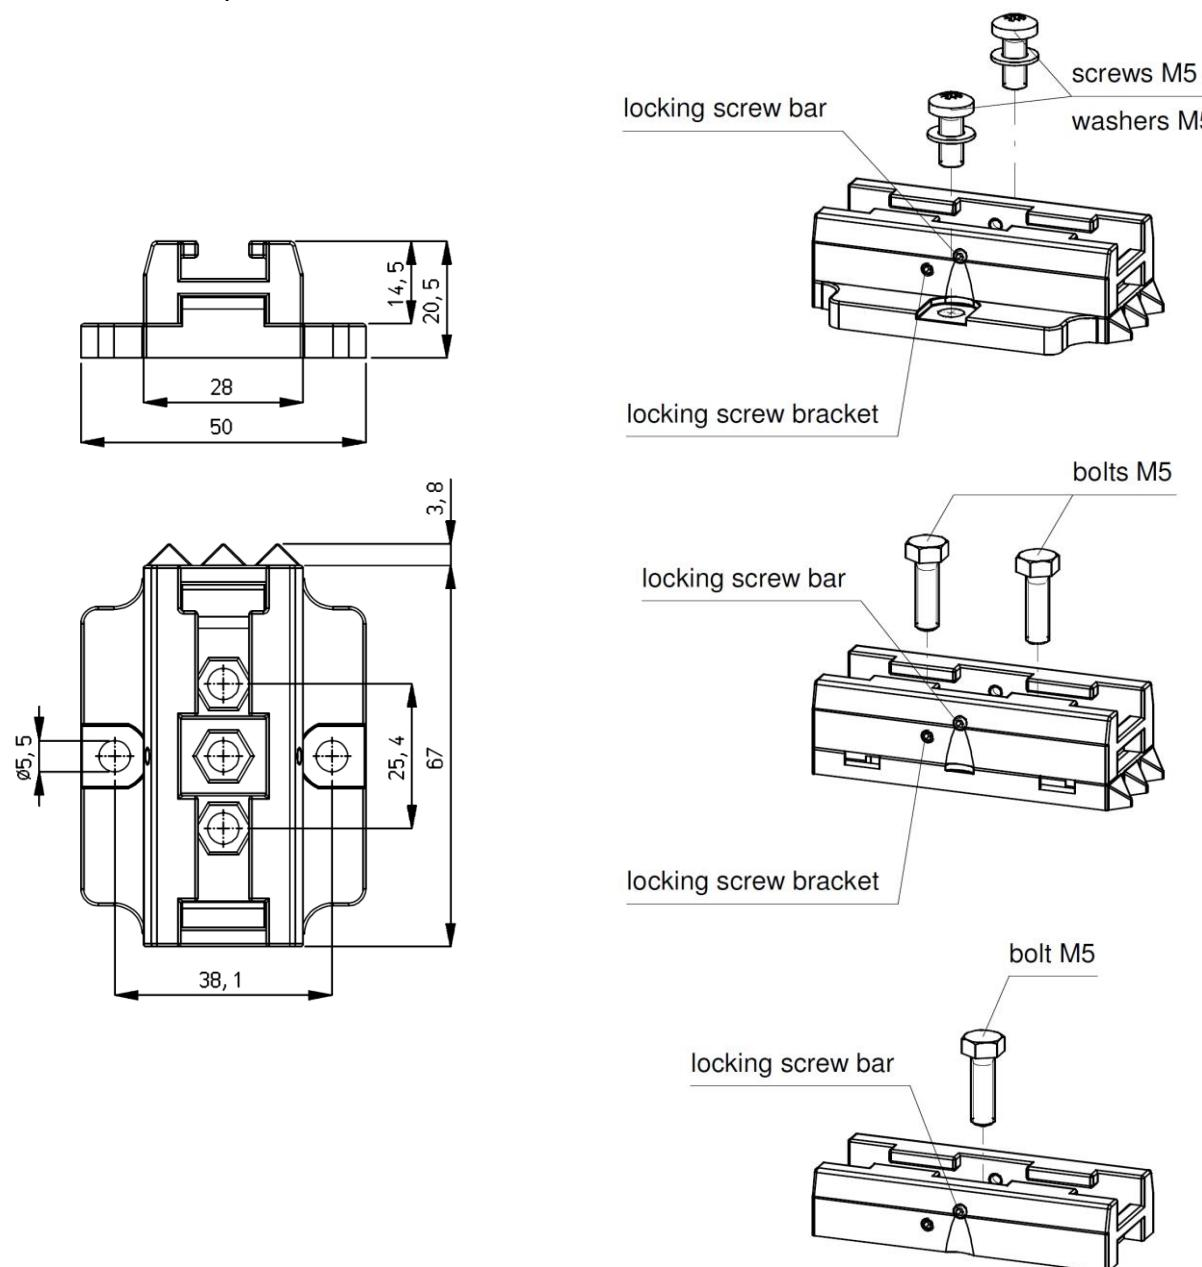

Afbeelding 3: Optimale positie EasION IQ 4.0
- **Geleidende machinedelen in de buurt van de ionisatiestaaf beïnvloeden de werking nadelig. Voor een optimaal resultaat moet de ionisatiestaaf gemonteerd worden volgens afbeelding 3.**